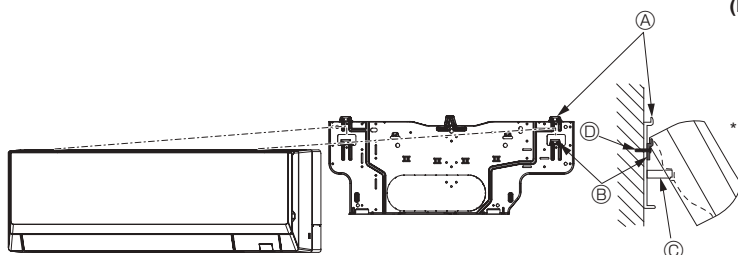

Fig. 3-12
- Hvis indendørsenheden ikke kan hænges eller løftes op på den almindelige krog (dimensionen anført i 2.1. ⓐ (afstanden mellem loftet og enheden) er 75 mm eller mindre), skal enheden hænges på den nederste krog til rørføring i venstre side. (Fig. 3-12)
(Fig. 3-12)